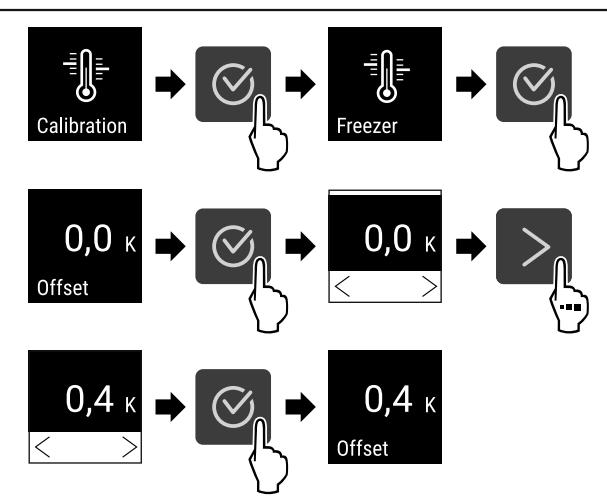

Fig. 96
- Провести етапи операцій (див. Fig. 96) .